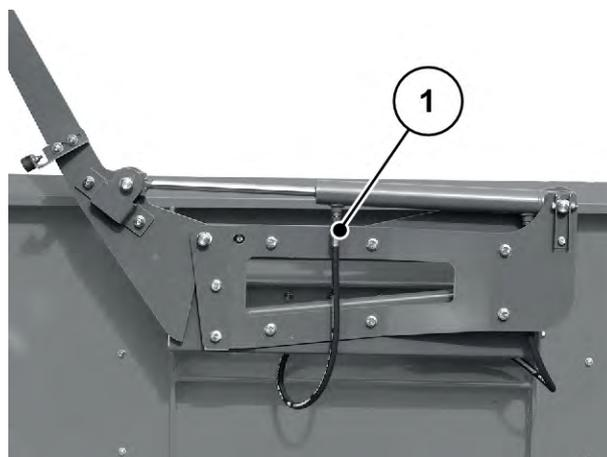

Fig. 102: Vérins hydrauliques Bâche de protection
- le vérin hydraulique pour l'entraînement de la bâche de recouvrement, *Fig. 102 Vérins hydrauliques Bâche de protection*